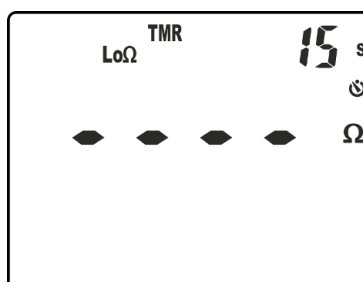

Fig. 30: Impostazione tempo di misura in modo TMR
5. Premere i tasti **▼/☼** o **▲/ZERO** per impostare il tempo di misura (Timer) nel campo: $1s \div 30s$. Notare il valore nella parte alta destra del display (vedere Fig. 30)